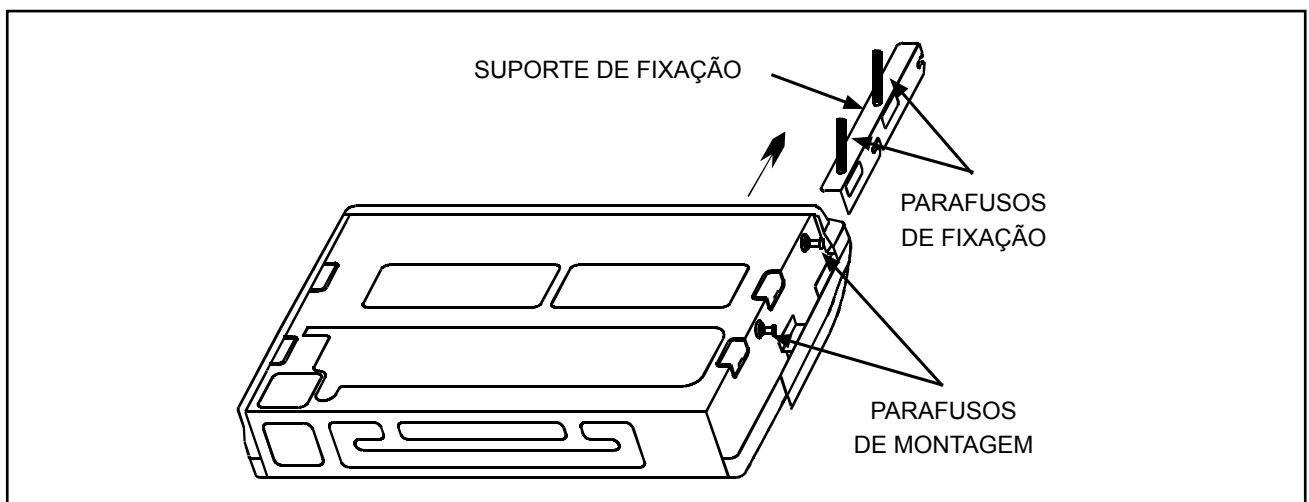

Figura 15
- g) Instale a unidade interna no suporte de fixação deslizando-a para trás. Figura 15.
Fixe firmemente os parafusos de montagem em ambos os lados. Figura 15.